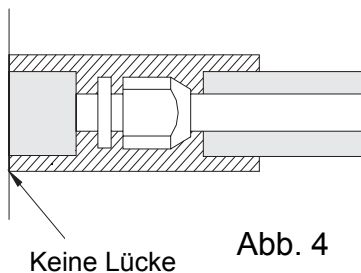

Abb. 4
2. Die Anschlussstelle am Innengerät muss mit einem wärmedämmenden Material umhüllt sein. Zwischen der Anschlussstelle des Rohres und der Wand des Innengerätes darf keine Lücke sein. Siehe Abb. 4.